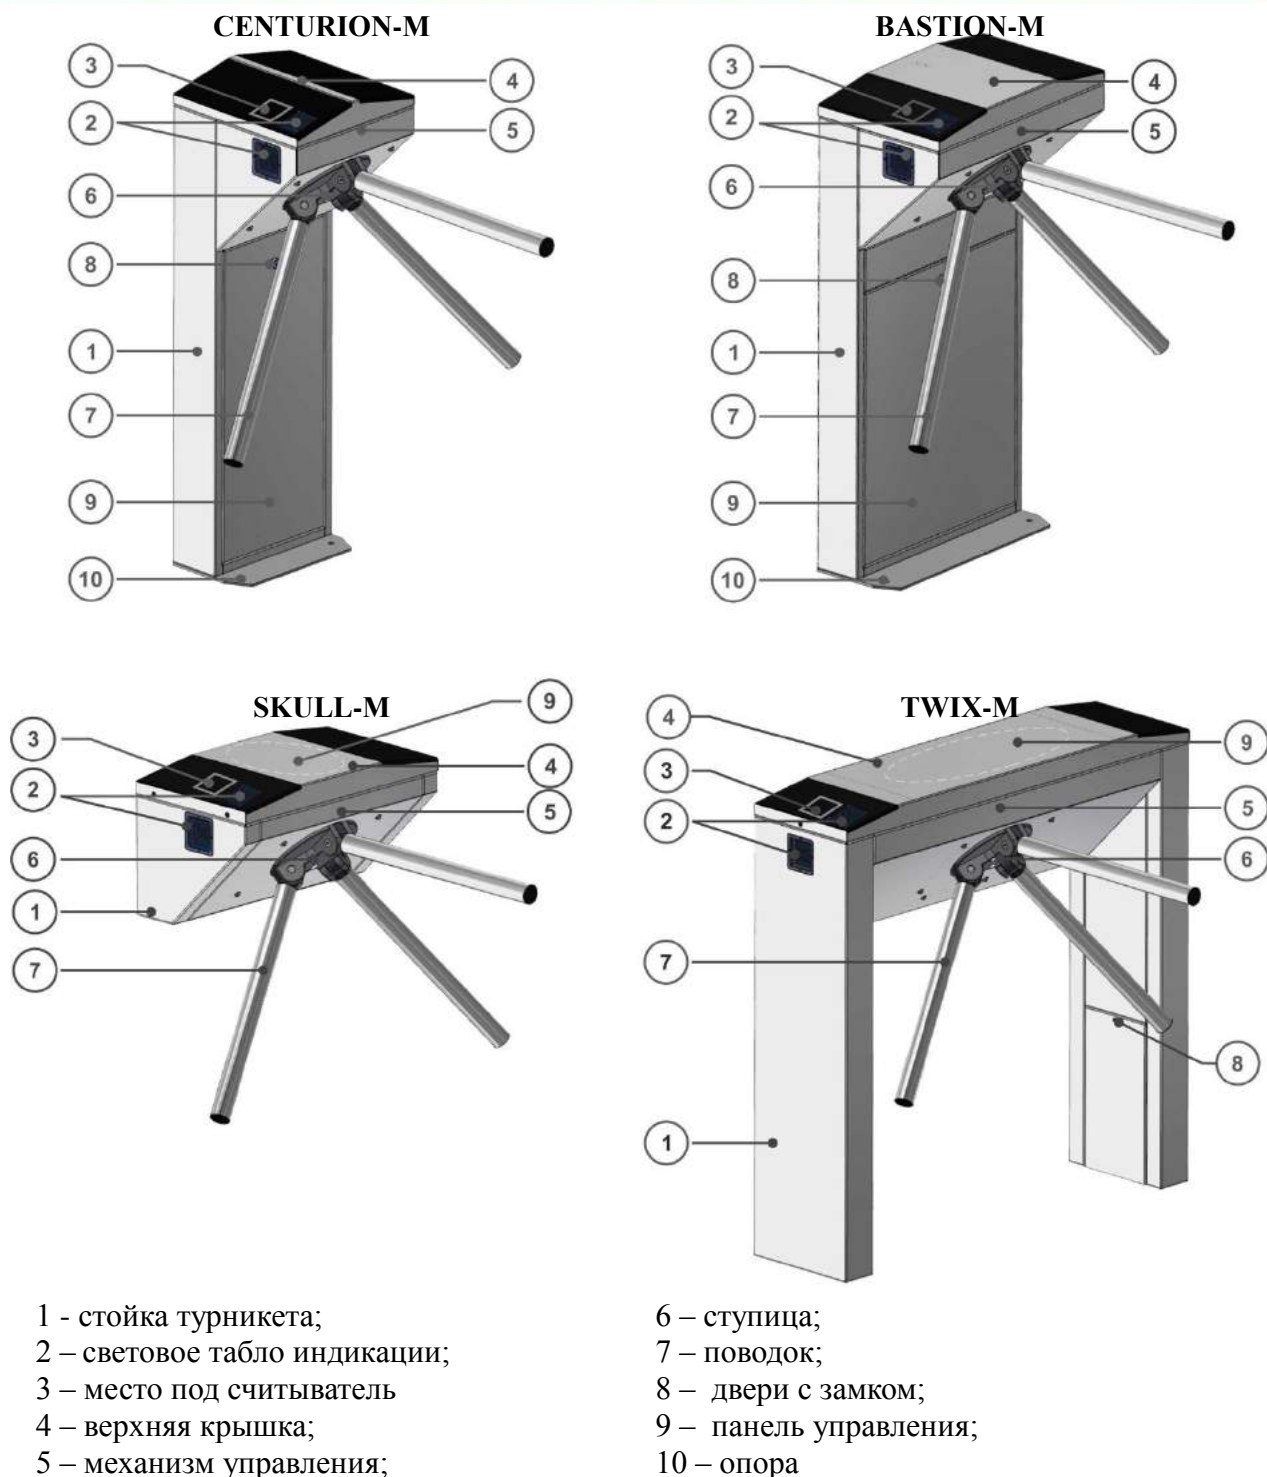
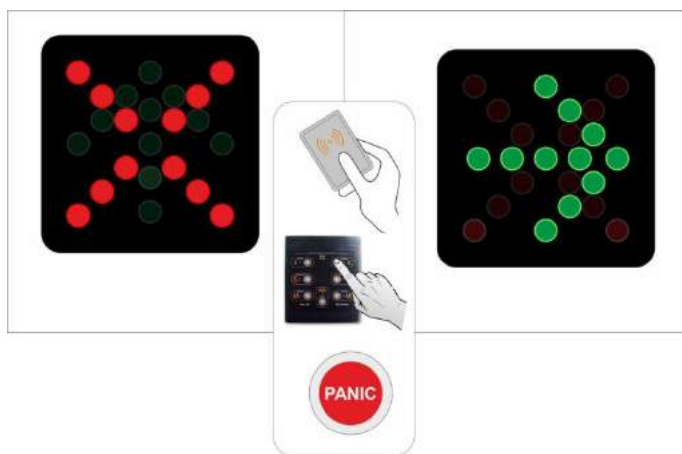

Рис. 1 – Общий вид турникета
Рис. 4 - Отображения статуса работы турникета на табло индикации
1.3.1 Конструкция турникета полуростового с сервоприводом представлена следующими основными устройствами и элементами (см.рис.1):
1.4.1.1 Корпус турникета представляет собой металлическую конструкцию, которая своей опорой **10** (см. *Рис.1*) монтируется на ровную поверхность с помощью анкеров Redibolt. Статус турникета отображают платы индикации **2**, вмонтированные в корпус изделия. Постоянно светящаяся красная индикация означает исходное состояние турникета (см.*Рис.4*): проход через турникет заблокирован в обе стороны.
1.4.1.2 В верхней части корпуса смонтирован механизм управления **5** (см. *Рис.1*). На валу механизма управления установлена ступица **6** с поводками **7**, которые прочно закреплены на ее рычаги методом опрессовки. Один из трех поводков располагается горизонтально, перекрывая проход через турникет.
1.4.1.3 Внутри стойки турникета **1** (см.*Рис.1*), под съемными дверьми **8** (для турникетов CENTURION-M и BASTION-M) или съёмной крышкой **4** (для турникетов TWIX-M и SKULL-M), крепятся панели, на которых установлены блок питания, контроллеры, клеммные колодки подключения к сети 230 В и к пульта управления. Контроллер управляет двигателем турникета, анализируя сигналы от датчиков скорости и положения, кроме того обеспечивают защиту двигателя от перегрузок. Получая команды управления от внешних устройств (пульт управления, СКУД и т.д.), контроллер управляет индикацией и формирует сигналы обратной связи для СКУД (системы контроля и управления доступом).